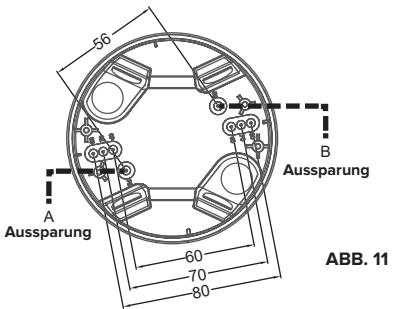

ABB. 11
- Ermitteln Sie den richtigen Abstand der Befestigungsschrauben im Aufputzgehäuse für die Montage auf einem Lampenanschluss. Zu diesem Zweck sind 2x4 Aussparungen im Gehäuse vorgesehen, die in einem Abstand von 56 bis 80 mm variieren, damit das Gehäuse immer korrekt auf verschiedenen Aufputzdosen montiert werden kann. Wählen Sie dazu ein Loch mit dem gleichen Abstand auf beiden Seiten (siehe auch ABB. 11).